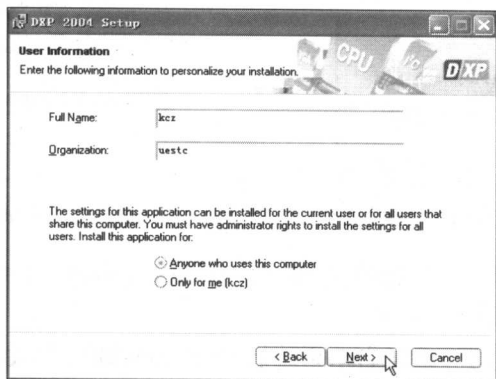

图 1-7 安装向导第 3 步
- 步骤 9: 在该对话框中选中 I accept the license agreement 单选项, 然后单击 **Next >** 按钮, 系统将弹出如图 1-7 所示的安装向导对话框。